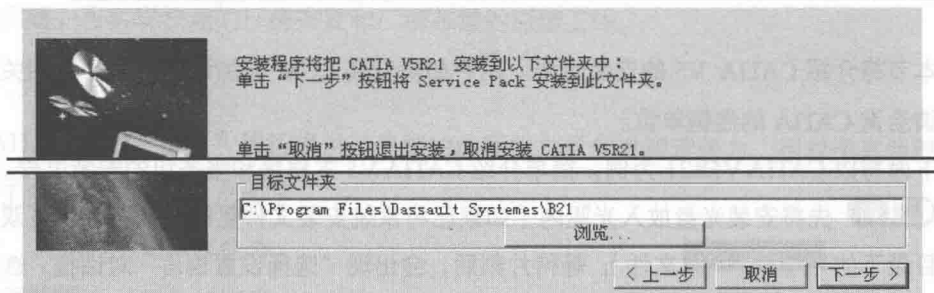

图 1.2.2 选择目标位置
**步骤 04** 系统弹出图 1.2.2 所示的对话框，接受系统默认的路径，单击 **下一步 >** 按钮。